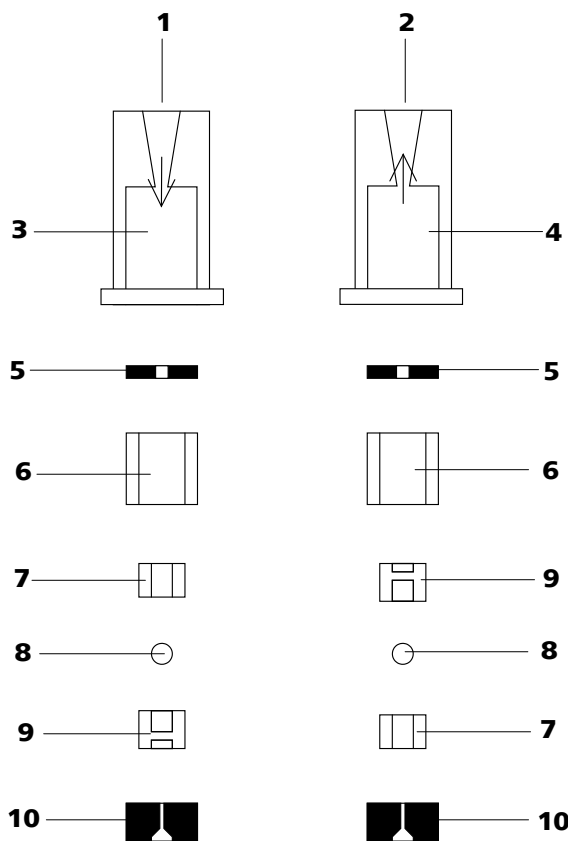

图 48 进口阀和出口阀的组成部分
- 进口阀和出口阀的组成部件均相同，只是排布不同（参见图 48，第 82 页）。
- 按正确顺序将其他的阀门组件（参见图 48，第 82 页）依次放好。
若并非如此，则必须再次拆分阀门，并正确组装（参见图 48，第 82 页）。